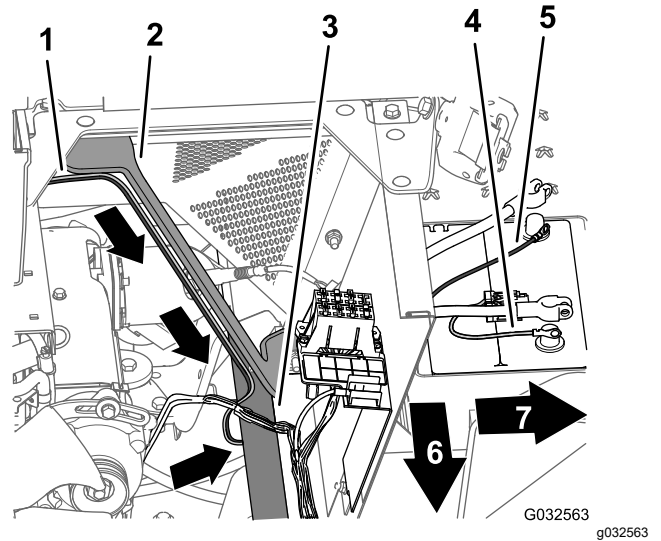

Figure 111
- Acheminez la branche de 165 cm (65 po) du faisceau vers le bas, le long du support gauche du carénage du moteur et sous le tube de cadre gauche (Figure 111).
- Acheminez le fusible de 50 A et les cosses à anneau positive et négative de la branche de 165 cm (65 po) du faisceau au sommet de la batterie (Figure 111).